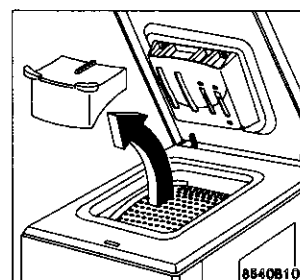

Fig. 2
- Ouvrez le couvercle de l'appareil et retirez la cale qui bloque le tambour. Refermez le couvercle (fig. 2).